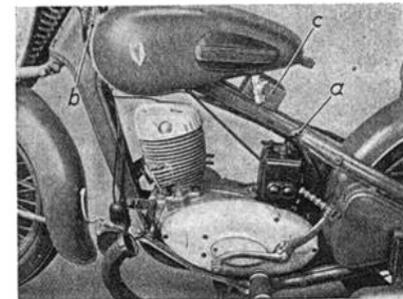

Bild 133. Anheben des Kraftstoffbehälters beim Ausbauen des Triebwerkblokes bzw. des Zylinderdeckels oder Zylinders bei NZ 350 und NZ 500
6. Bei NZ 350 und NZ 500: Durchgehenden Rahmenbolzen a (Bild 133) nach Lösen seiner Mutter entfernen, Handschaltgestänge aushängen, Sattel abnehmen, Kraftstoffbehälter hinten hochklappen und mit Holzklötz abstützen.